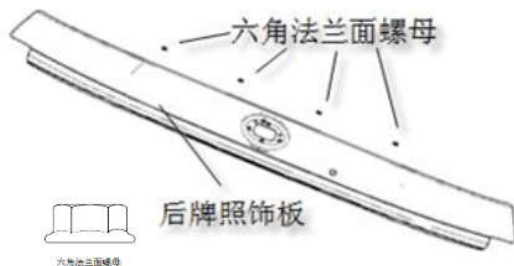

图 2-24
- (1) 打开行李箱盖, 将行李箱护板拆掉;
- (2) 用 10# 套筒将 4 个六角法兰面螺母拆掉, 如图 2-24 所示;
- (3) 沿 x 方向向外拉后牌照饰板, 使板用类卡扣脱离钣金, 即完成后牌照饰板的拆卸;
- (4) 按照与拆卸相反的顺序安装后牌照饰板。